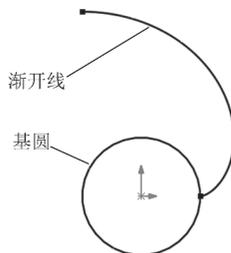

图5-35 创建渐开线
(5) 单击“确定”按钮, 创建渐开线, 如图5-35所示。